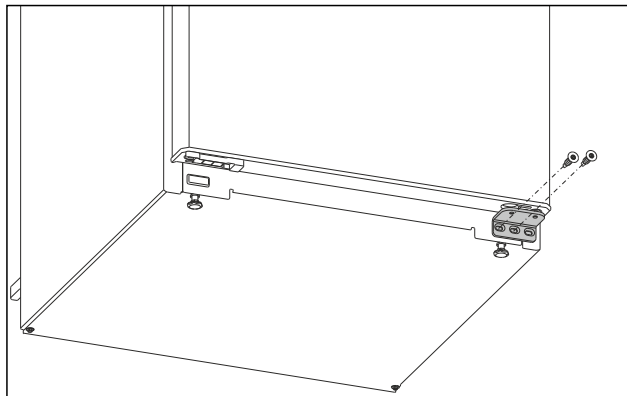

Fig. 6
- ▶ Keerake alumisel laagripukil keskmine kruvi Torx 20 kruvi-keerajaga välja. Fig. 6 ()
- ▶ Keerake alumisel laagripukil sisemine kruvi Torx 20 kruvi-keerajaga välja. Fig. 6 ()